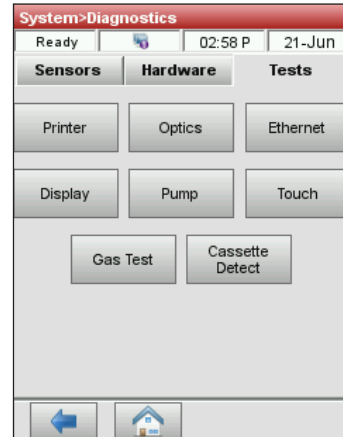

Abbildung 28. System Manager> Diagnostik> Tests> Pumpe
10. Tippen Sie auf **Pump** (Abbildung 28), um den Pumpenmotor zu testen. Die Pumpe muss sich ohne übermäßiges Geräusch drehen. Dieser Diagnosetest durchläuft automatisch alle während des normalen Betriebs verwendeten Geschwindigkeiten (7.5–120 U/Min.) und kehrt dann zur Registerkarte Diagnostik> Tests zurück.